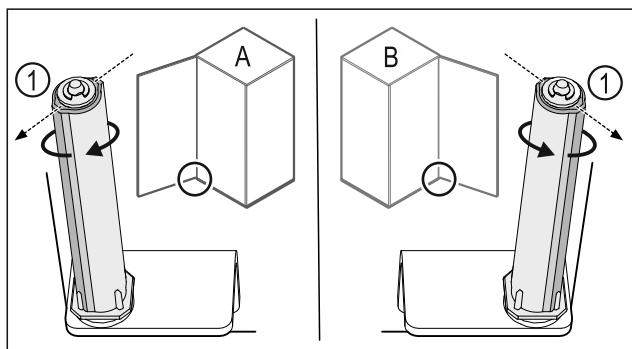

Fig. 44 Venstreanslag (A)/højreanslag (B)
- Drej lukkesystemet mod modstanden, indtil lukkesystemets forbindelsesdel Fig. 44 (1) peger udad.